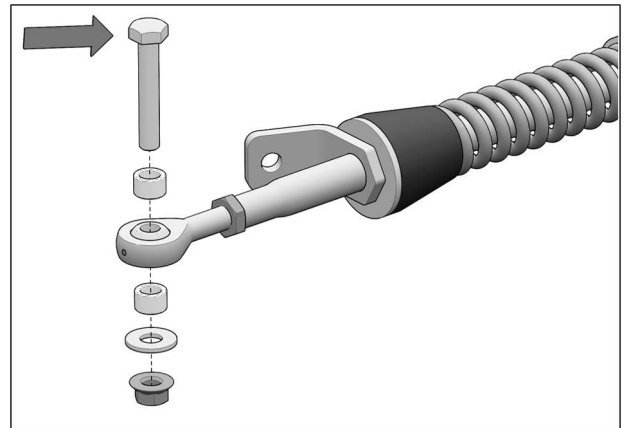

Fig. 23
- Retirer les boulons, rondelles, espaceurs et écrous installés aux rotules des bras stabilisateurs des systèmes avant. Voir la Fig. 23